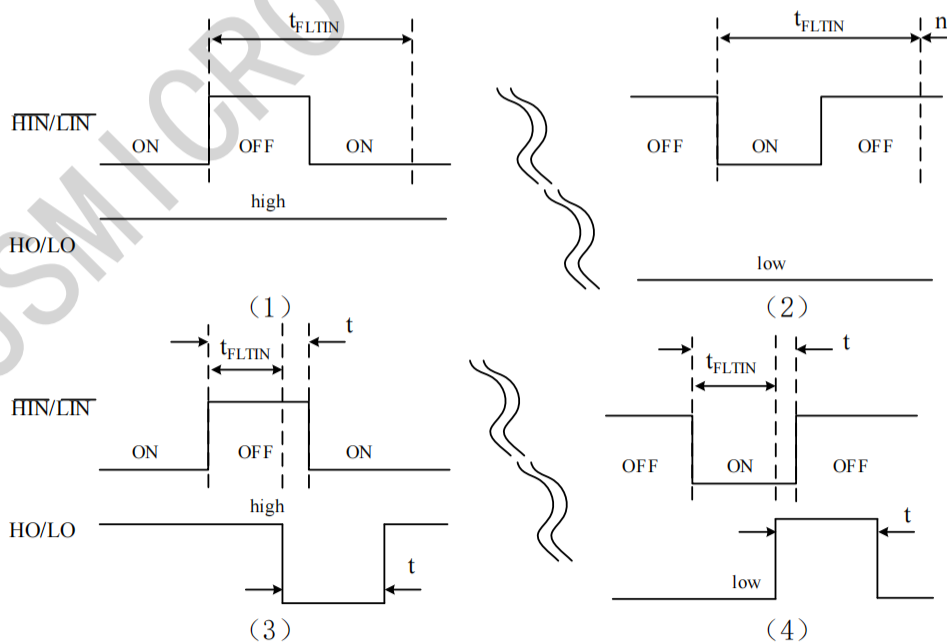

图 7-2 输入滤波波形定义
AGD8136A包含有三路独立的半桥信号输入端口用于接收来自主控的控制信号，不互相干扰。每路半桥的高侧与低侧之间有互锁功能，保证同相位高侧与低侧的输出不会同时为高电平。且高侧与低侧信号之间存在内置的死区时间，有效避免了输出信号重叠导致的严重故障。信号输入端口采用边沿触发的方式，因此在触发保护后，需要给出下一个触发沿信号，输出才会产生变化。每个信号输入端口均通过一个 40KΩ 的电阻上拉至内部基准 VDD，浮空时将被置为高电平输入。每个信号输入端口（包括 EN 使能端口）均包含有滤波功能，不会被低于滤波时间的脉冲触发，当包含滤波功能的端口输入信号发生变化时，其持续时间小于输入滤波时间，输出端口均不受到影响产生变化。当输入信号变化持续时间大于输入滤波时间，输出端口则随输入信号发生改变，并与其保持同等时间，如图 7-2 所示：
(1) 当输入正脉冲信号时，且该脉冲信号宽度小于滤波宽度 ( $t < t_{FLTIN}$ )，如图 7.2(1)所示。输出信号不发生变
(2) 当输入正脉冲信号时，且该脉冲信号宽度大于滤波宽度 ( $t > t_{FLTIN}$ )，如图 7.2(3) 所示。输出信号发生变化，触发一个持续时间为  $t$  (同输入脉宽时间) 的低电平后恢复高电平；
(3) 当输入负脉冲信号时，且该脉冲信号宽度小于滤波宽度 ( $t < t_{FLTIN}$ )，如图 7.2(2) 所示。输出信号不发生变化，持续为低电平；
(4) 当输入负脉冲信号时，且该脉冲信号宽度大于滤波宽度 ( $t > t_{FLTIN}$ )，如图 7.2(4) 所示。输出信号发生变化，触发一个持续时间为  $t$  (同输入脉宽时间) 的高电平后恢复低电平。